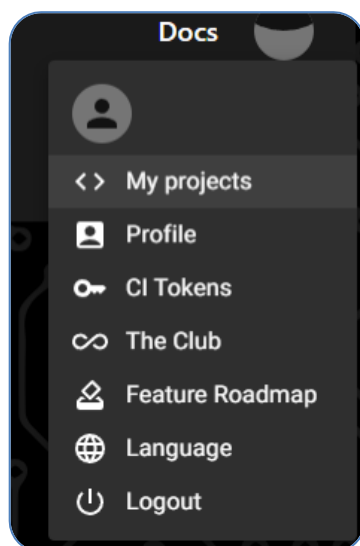

Рис. 1.3. Головне меню Wokwi
2. Після входу на сайт, відкрийте меню (в лівому верхньому куті) та оберіть «My Projects» (рис. 1.3).